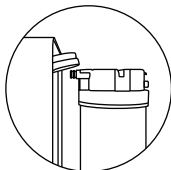

Fig. 2
2. Alignement de l'angle : Prenez l'élément filtrant, ajustez son orientation de sorte que la surface supérieure de l'élément filtrant soit précisément alignée avec la surface de fixation sur l'appareil complet, et assurez-vous que les deux surfaces soient parallèles, comme montré dans la Fig. 2.
2. Ouvrez le robinet de cuisine pour évacuer l'eau restante, comme montré dans la Fig. 2.